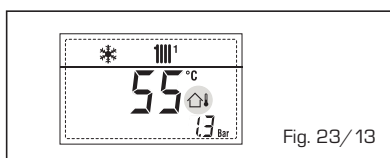

Fig. 23/13
**- INTERVENÇÃO TERMÓSTATO DE SEGURANÇA PRIMEIRA ZONA MISTURADA “ALL 20” (fig. 23/14)**